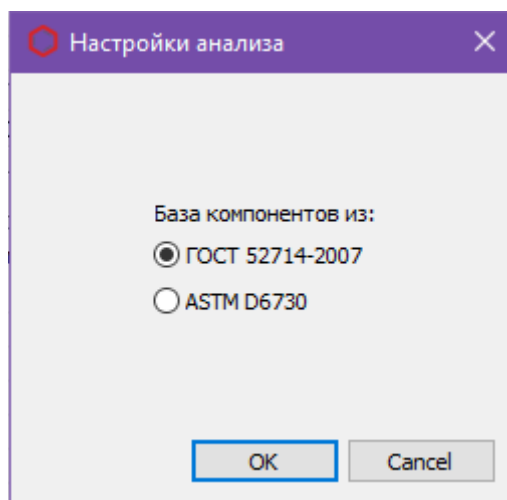

Рис. 6. Окно «Настройки анализа»
1. В основном окне нажмите **Настройки анализа**. Откроется окно *Настройки анализа* (Рис. 6).